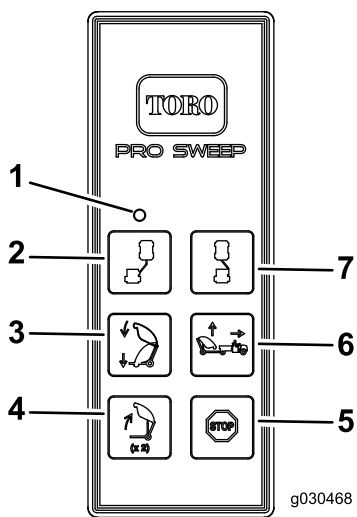

Рисунок 28
2. Нажмите кнопку разгрузки бункера и удерживайте ее в течение одной секунды, затем отпустите кнопку на одну секунду и нажмите ее еще раз (Рисунок 28).